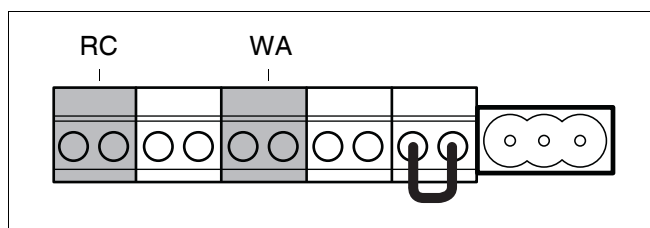

Bild 28 Uttagsplint – rumsmanöverpanel ModuLine och potentialfritt värmekrav
- Det är inte möjligt att ansluta mer än en rumsmanöverpanel samtidigt direkt på värmepannan (bild 28).